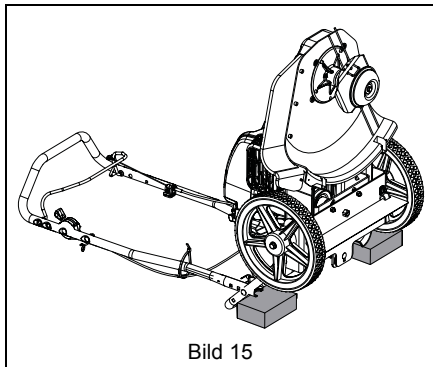

Bild 15
5. Rotera tillbaka maskinen på styrstången och placera stöd, t.ex. träblock, under den nedre styrstången. Se Bild 15.